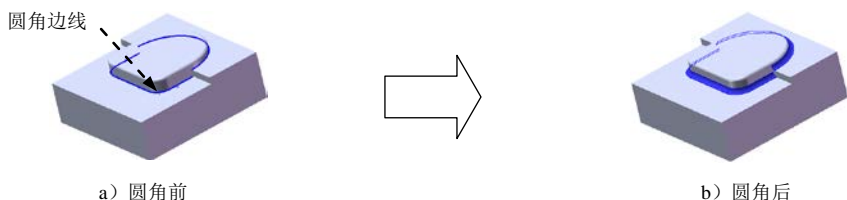

图 14.2.10 圆角 2
Step6. 创建图 14.2.10 所示的圆角 2。
(1) 选择命令。选择下拉菜单 **插入(I)** → **特征(F)** → **圆角(U)...** 命令 (或单击 按钮), 系统弹出“圆角”对话框。
(2) 定义圆角类型。采用系统默认的圆角类型。